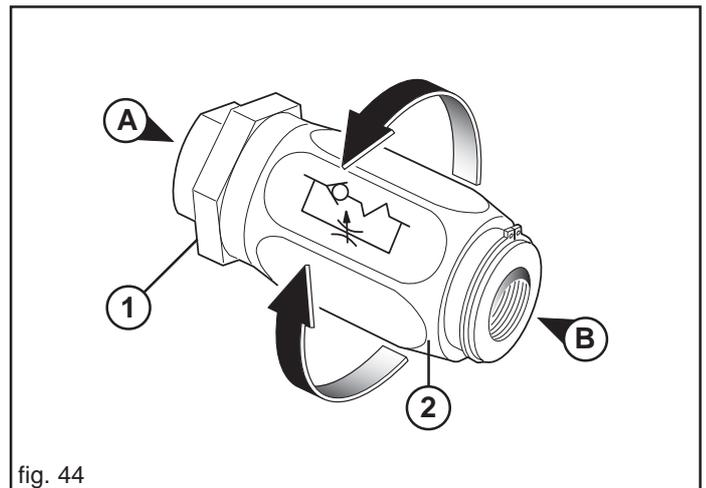

fig. 44
Las instalaciones hidráulicas suministradas están equipadas con reguladores de flujo unidireccionales (Fig. 44), que permiten regular la cantidad de aceite durante la apertura o cierre, según la dirección de montaje de los mismos:
- flujo desde A hacia B libre (Fig. 44);
- flujo desde B hacia A estrangulado (regulado) (Fig. 44).